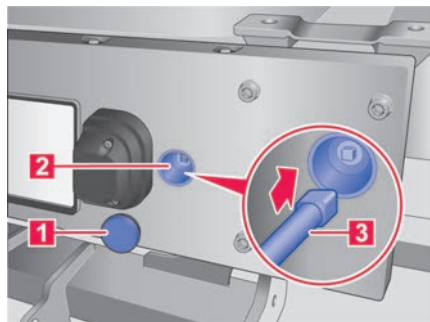

Abb. 208 Im Fahrzeugheck Pritsche und Fahrgestell: Reserverad über die Seilwinde herunterkurbeln.
3. Staubschutzkappe → **Abb. 208 1** von der Reserveradwinde in Pfeilrichtung abnehmen.
4. Steckschlüssel → **Abb. 208 3** auf den Vierkant → **Abb. 208 2** der Reserveradwinde stecken. Dabei muss ein leichter Widerstand überwunden werden.